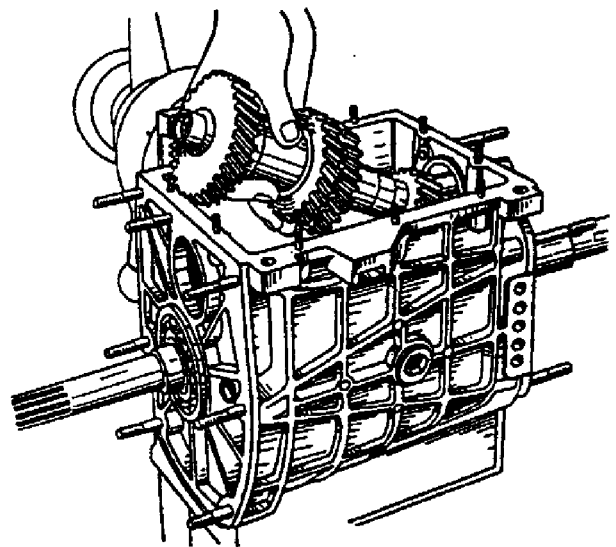

Fig. 3-19. Remoção da árvore intermediária
14. Remover a árvore intermediária da caixa de mudanças, inclinando-a conforme indicado na fig. 3-19.